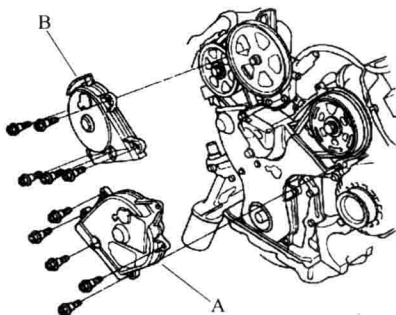

图 1-1-6 正时皮带前部上盖 A 和后部上盖 B
7. 拆卸正时皮带前部上盖 A 和后部上盖 B (图 1-1-6)。